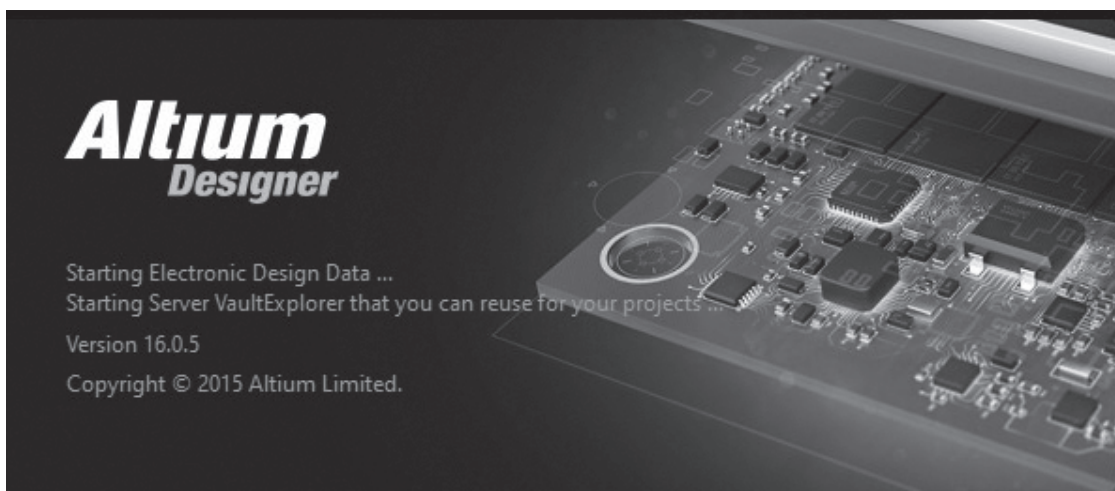

图 1-10 启动界面
(4) 安装完成之后，会弹出一个对话框，直接单击“Finish”按钮结束安装即可。软件会自动启动，启动界面如图 1-10 所示。